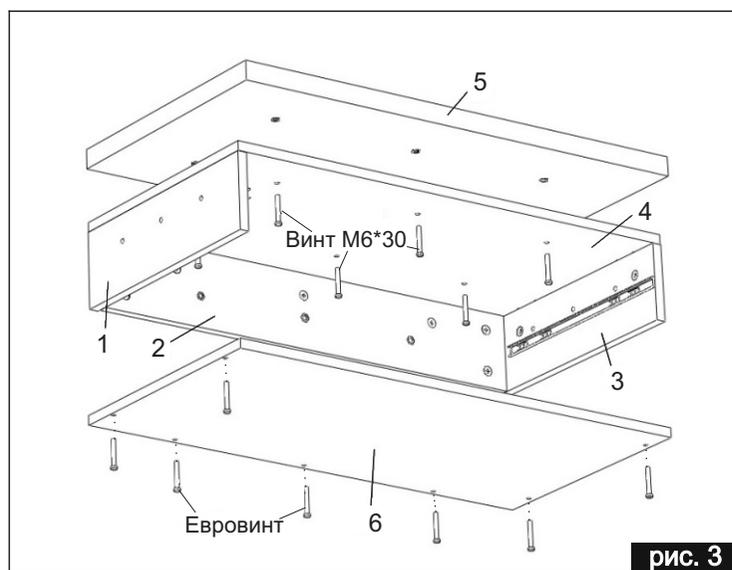

рис. 3
- 3 К полученной конструкции прикрутить деталь 5 винтами М6х30 – 6 шт. и деталь 6 евровинтами – 7шт. (рис. 3)